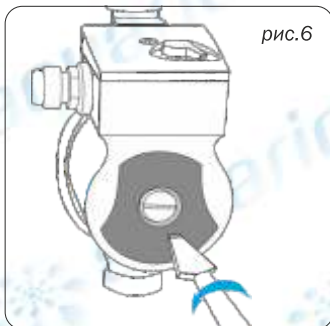

рис.6
- выкрутить сливной винт (рис. 6);